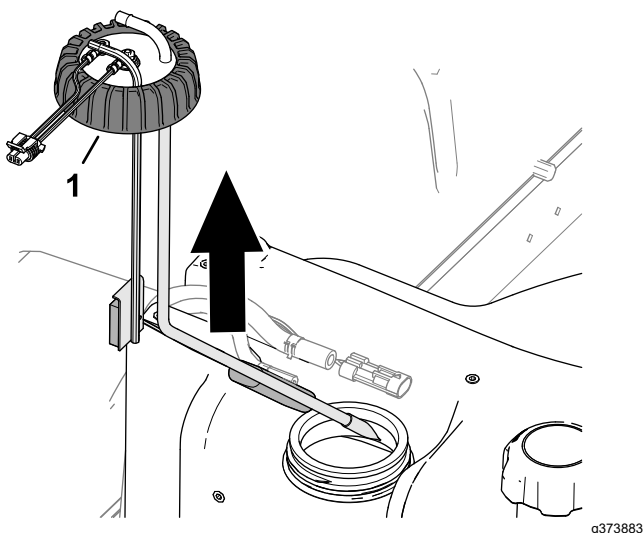

Рисунок 89
5. Ослабьте крышку датчика уровня топлива (Рисунок 89).